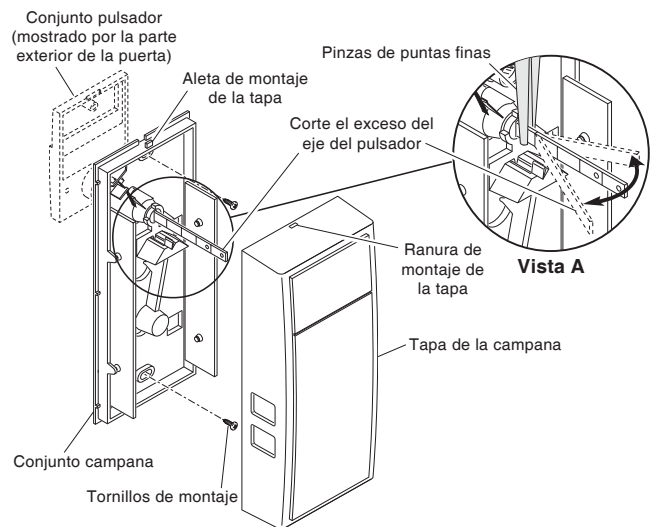

Figura 2- Montaje del conjunto campana y acople de la tapa de la campana
1. Coloque el conjunto campana sobre el eje del pulsador (vea la Figura 2).
3. Acople bien la parte superior e inferior del conjunto campana usando los tornillos de montaje provistos (vea la Figura 2).
1. Para asegurar el espacio libre correcto cuando la tapa esté acoplada, corte el exceso del eje del pulsador. **IMPORTANTE:** para evitar roturas en las partes plásticas del conjunto campana, use una pinza de puntas finas para sostener sin peligro al eje mientras lo dobla hacia atrás y adelante para cortarlo (Vea la Figura 2, vista A).